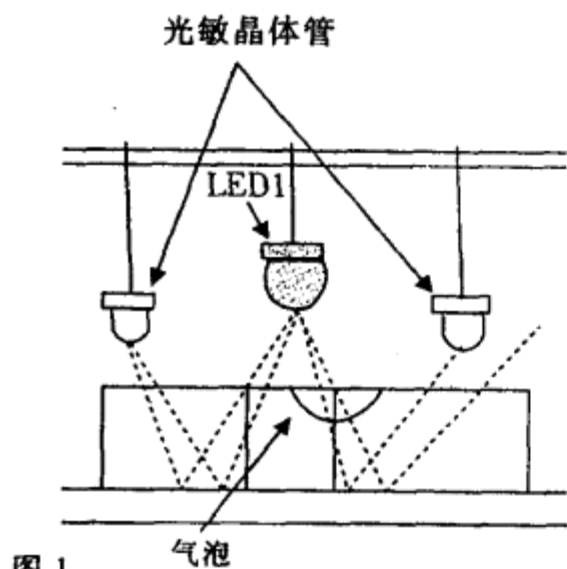

图1
声响式水平仪的基本原理是用一只充满酒精的小玻璃管代替木工水平仪的玻璃管,管中充有气泡。在玻璃管中心上方约5毫米处装有红外线LED,在其两侧各装有一只光敏晶体管,其结构如图1所示。玻璃管底部装有反射红外线的金属板。当气泡位于中心时,两只光敏晶体管接收到金属板反射的红外光是相等的;若气泡移向一侧,则由于半月状气泡相当于一凹透镜,由LED发来的光束在交界面上发生折射,使该侧光敏晶体管收到的红外线减少,而另一侧由于没有气泡阻挡,该侧光敏晶体管收到的红外线没有减少。这种不平衡度达到一定程度(水平度超过0.5度)时,电路就会发出断续的脉冲声响,取代气泡位于中心时的连续声响。该声响式水平仪电路原理如图2所示。为消除两只光敏晶体管的光电阻会随电池电压下降而变化,使水平仪的灵敏度降低,用一只2.5V的稳压二极管D1进行稳压后,再供给检测桥Q1、Q2和LED1。R2、R3、R4构成了电源的分压电路,它的两个抽头电压分别送至U1-a和U2-b的反相输入端,用来判断气泡的三种状态:(1)当气泡偏离中心靠近Q1时,Q2接收较多的红外反射,Q2电阻很小,Q1/Q2连接点处电压接近于零,低于两运放反相输入端的门限电压,两只运放输出低电平。U1-a第①脚输出经R10送至U2-a控制端第③脚,U2-a和U2-b均接成振荡器,其中U2-b为连续声响振荡器,其第⑨脚输出接蜂鸣器BZ1,使其发出可听到的连续声响。U2-a第⑤脚连至U2-b的复位端第⑩脚,U2-a的频率受控于第③脚的控制电压。当U1-a、U1-b输出低电平时,Q3截止。同时,U2-a第③脚为低电平时,C2上电压受控范围变小,产生快速节拍脉冲,使BZ1发出断续的脉冲声响。(2)当气泡移至中心位置时,Q1/Q2连接点处电压增加,U1-b第⑫脚电压超